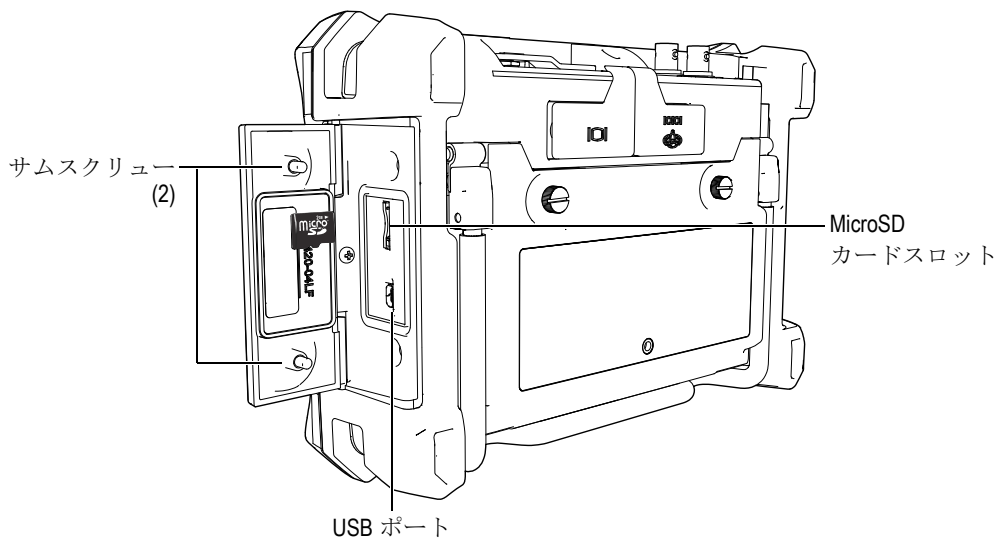

図 1-12 側面ドア
2. 2 本のサムスクリューを緩めて、EPOCH 600 の側面にあるドアを開きます（25 ページ図 1-12 参照）。
4. カチッという音がするまで、カードを MicroSD スロットに注意深く差し込みます (25 ページ図 1-12 参照)。